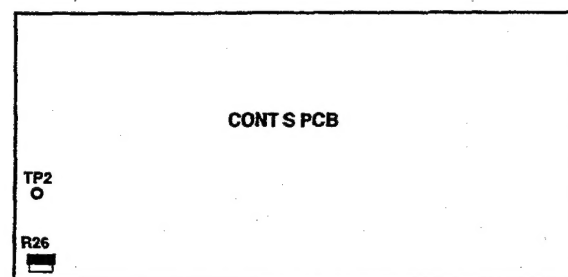

Fig. 2-10
1. Connect the DC voltmeter between TP2 (Fig. 2-10) on the CONT S PCB and GND.
2. When blank tape MTT-5512 is played back in the REV/PLAY mode, adjust R26 (Fig. 2-10) on the CONT S PCB so that the voltage at TP2 reads 2.5 V.
1. CONT S PCB の TP2 (図2-10) と GND 間に DC 電圧計を接続する。
2. REV/PLAY モードで、ブランク・テープ MTT-905 を再生したとき、TP2 の電圧が 2.5V になるように CONT S PCB の R26 (図2-10) を調整する。